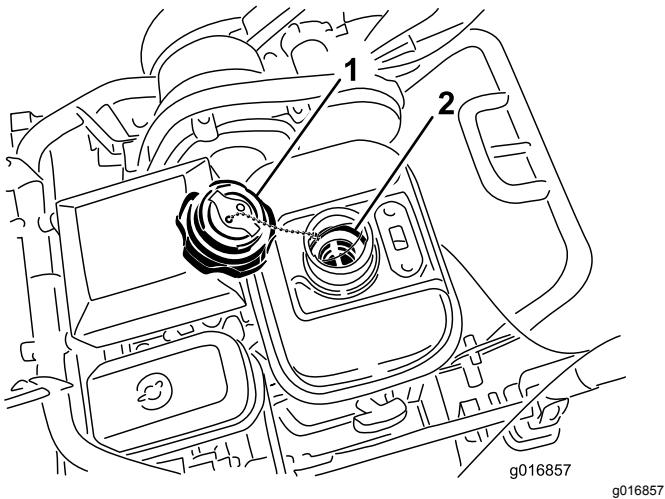

Figura 35
1. Svitate e togliete il relativo tappo dal serbatoio carburante (Figura 35).